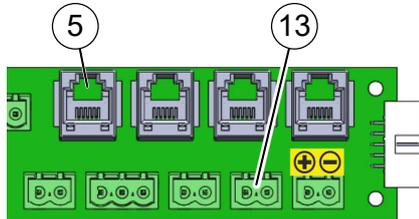
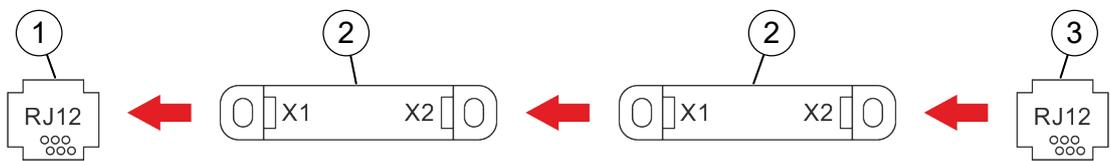

Abb. 32: Anschlüsse Türkontaktschalter
Abb. 33: Installationsschema
Der Türkontakt-Eingang "5" (Abb. 32/5) ist für den *Rittal* Türkontaktschalter "RJ12-Stecker" (Abb. 33/2) ausgelegt.
- 1 Türkontakt-Eingang "5" (Abb. 32/5)
1. ➤ Türkontaktschalter "RJ12-Stecker" (Abb. 33/2) entsprechend Abb. 33 an den Türkontakt-Eingang "5" (Abb. 32/5) anschließen.
2. ➔ RJ12-Stecker "Abschlusswiderstand" (Abb. 33/3 bzw. Abb. 34/1) anschließen.
3. ➔ Den vormontierten Abschlusswiderstand (Abb. 32/13) bei Verwendung des Türkontaktschalters "RJ12-Stecker" entfernen.